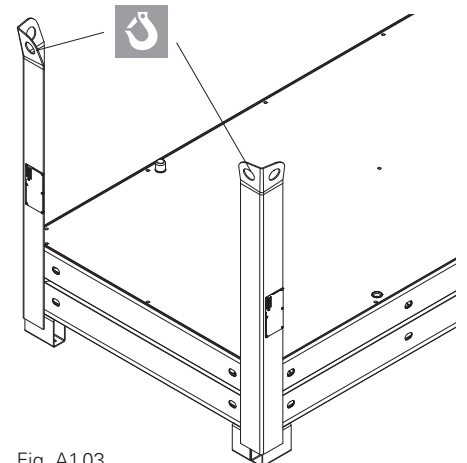

Fig. A1.03
2. Insérer le deuxième panneau et les panneaux supplémentaires avec la peau coffrante tournée vers le haut dans les dispositifs d'empilage. (Fig. A1.03)